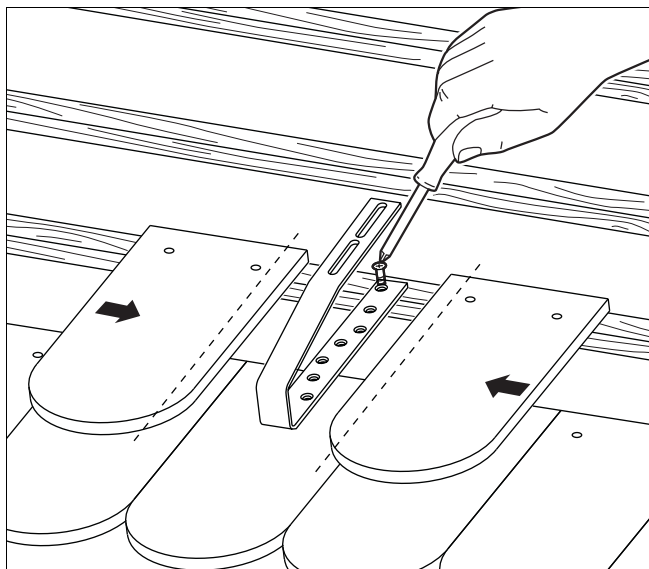

Fig. 25 Corte das telhas planas à medida e montagem de suplementos de gancho para telhado (acessório)
- ▶ Monte os suplementos de ganchos especiais para telhado (acessório: sobre as condições de utilização, veja o Capítulo 6.2.2 "Encaixar o suplemento de gancho para telhado (acessório)", Página 22) no centro da telha plana, utilizando os parafusos fornecidos (Fig. 25).
- ▶ Corte as telhas planas adjacentes à medida (Fig. 25, linhas perfuradas).